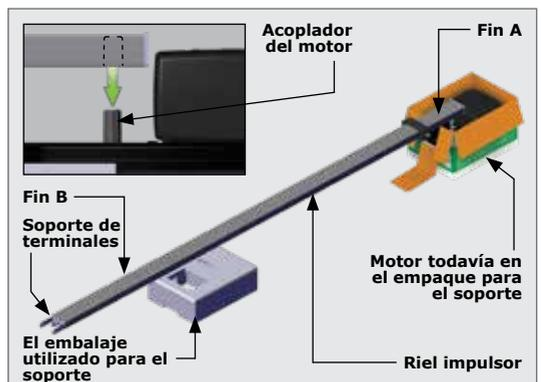

FIGURA 7
2. Oriente el riel de accionamiento como se muestra en la Figura 7, y coloque el 'Extremo A' sobre el acoplamiento del motor que se encuentra en el motor.